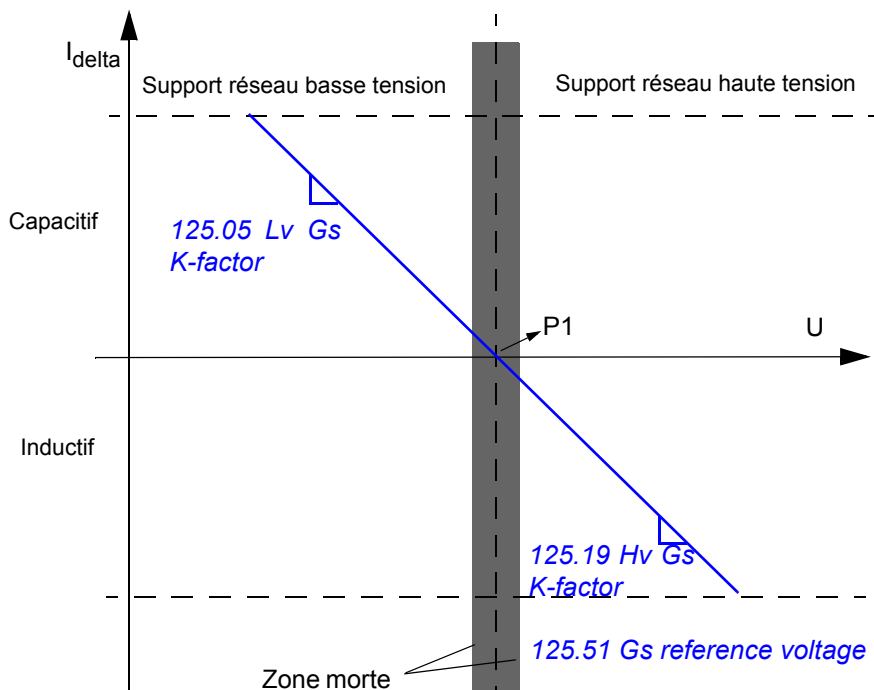
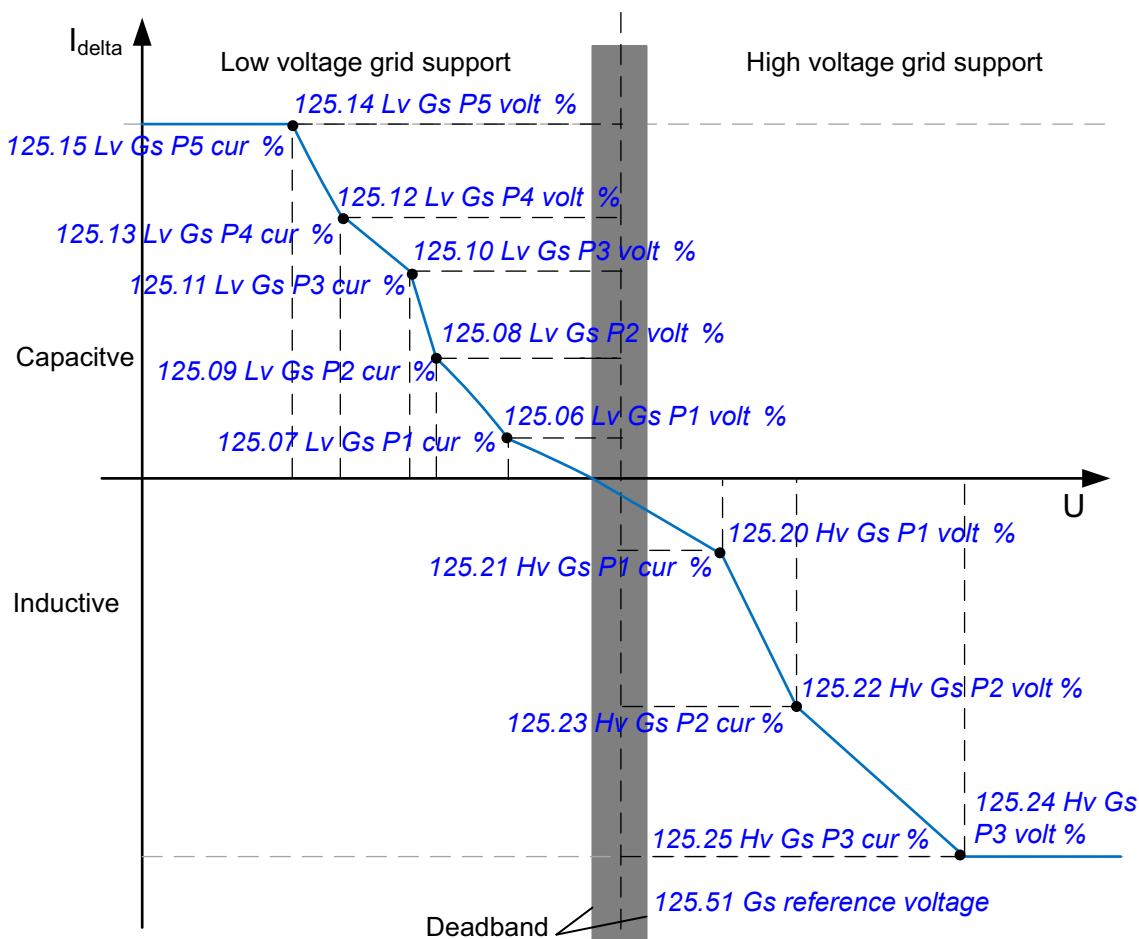

Figure 6: Courbe du courant de support réseau - Facteur K
Figure 7: Courant de support réseau – Mode points de courbe
Les tensions de déclenchement se rapportent à une tension de référence ; elles correspondent soit à la tension nominale soit à la tension moyenne 60 secondes avant un défaut. La tension de référence est sélectionnée au paramètre 125.51 Gs reference voltage. Si ce paramètre est réglé sur *Nominal voltage*, la valeur de tension mesurée est comparée à la valeur nominale. La tension typique hors défaut peut cependant varier d'un point à un autre : l'utilisation d'une moyenne sur 60 secondes permet d'éviter cet inconvénient. La tension moyenne indiquée au paramètre 125.52 Gs average voltage est utilisée comme tension de référence. En pratique, cela veut dire que si la tension avant défaut est de 110 % et le seuil de déclenchement fixé à 90 %, le support réseau s'active à  $110 - (100 - 90) = 100$  % de la tension nominale. L'écart se situe entre la tension nominale et la tension de déclenchement. Reportez-vous aux chronogrammes des différents modes à la Figure 6: Courbe du courant de support réseau - Facteur K et à la Figure 7: Courant de support réseau – Mode points de courbe.
La tension de référence est représentée par une ligne en pointillés sur la Figure 6: Courbe du courant de support réseau - Facteur K. Le système compare la tension à cette ligne de référence. La correspondance entre les tensions dépend du mode de support sélectionné.
**K-factor** : la quantité de support réseau est déterminée à partir du point P1 et des gains du support réseau comme présenté à la Figure 6: Courbe du courant de support réseau - Facteur K. Le support de gestion des creux de tension et celui de gestion des pics de tension utilisent des valeurs de gain distinctes, définies aux paramètres 125.05 Lv Gs K-factor et 125.19 Hv Gs K-factor. Le point P1 est calculé à partir des réglages de courant et de tension à l'aide des paramètres 125.06 Lv Gs P1 volt %, 125.07 Lv Gs P1 cur %, 125.20 Hv Gs P1 volt % et 125.21 Hv Gs P1 cur %. Nota : L'emplacement du point P1 n'est pas nécessairement identique dans le support réseau haute et basse tension. P1 permet de décaler le courant de support réseau.
**Curve points** : ce mode est utile lorsque l'application exige un courant de support réseau linéaire par morceaux. Cf. *Figure 7: Courant de support réseau – Mode points de courbe*. Ce mode utilise cinq points côté basse tension et trois points côté haute tension pour appliquer la tension aux références de courant du support réseau. Les zones entre les points sont calculées par interpolation.